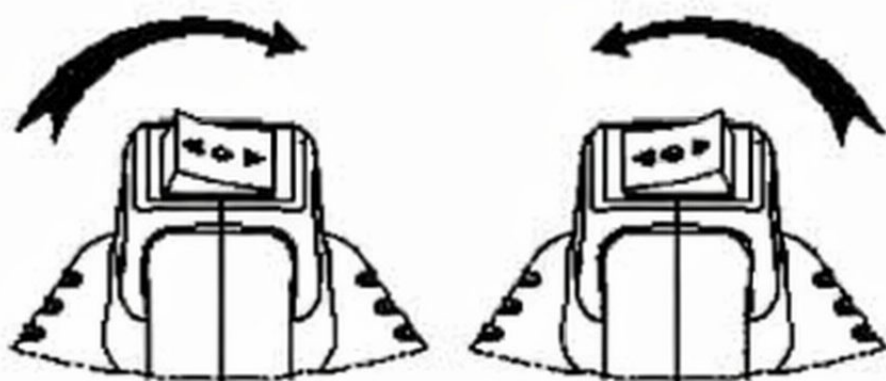

Figura 2
4. Selecione a direção correta para desapertar ou apertar (consulte a Figura 2).